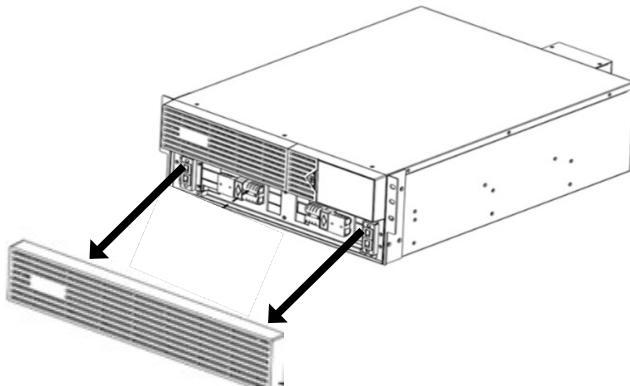
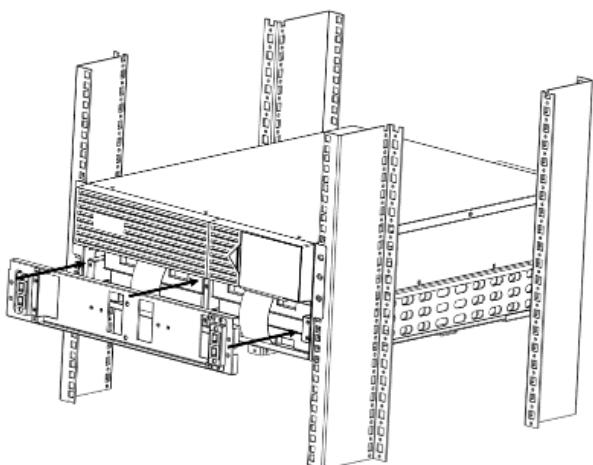

Figure 1
Figure 9
1. Retirez le couvercle du panneau avant du boîtier de batterie de l'onduleur. (Fig. 1)
6. Replacez le support de retenue de la batterie (Fig. 9)
Retirez le couvercle de la batterie de l'onduleur en le tirant par l'avant. Aucun outil n'est requis (FIG. 1). Alignez le connecteur Black Anderson et poussez-le ensemble. Remettez le couvercle de la batterie en place sur le panneau avant (FIG. 9).